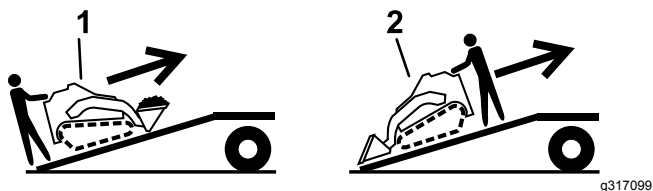

Рисунок 20
5. Погрузку машины на прицеп следует производить более тяжелой частью вверх по наклонному вьезду, при этом грузы должны быть опущенными (Рисунок 20).